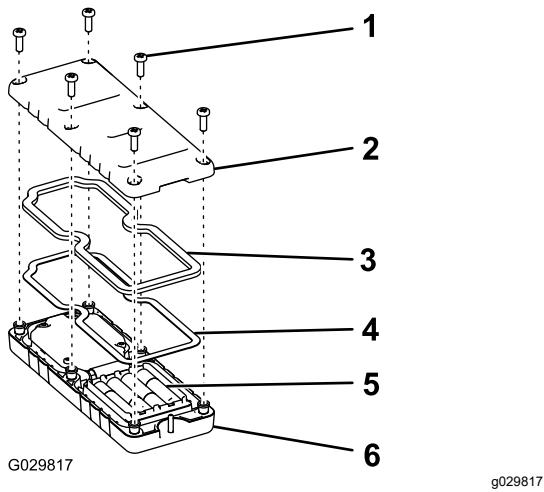

Figura 17
2. Inserite ogni batteria in un portabatteria, rispettando la polarità (Figura 17).
3. Assicuratevi che la guarnizione in acciaio e la tenuta di gomma siano in sede nel canale del telecomando e riposizionate il coperchio posteriore (Figura 17).
4. Fissate il coperchio con 6 viti (Figura 17) e serratele a una coppia di 1,5-1,7 N·m.